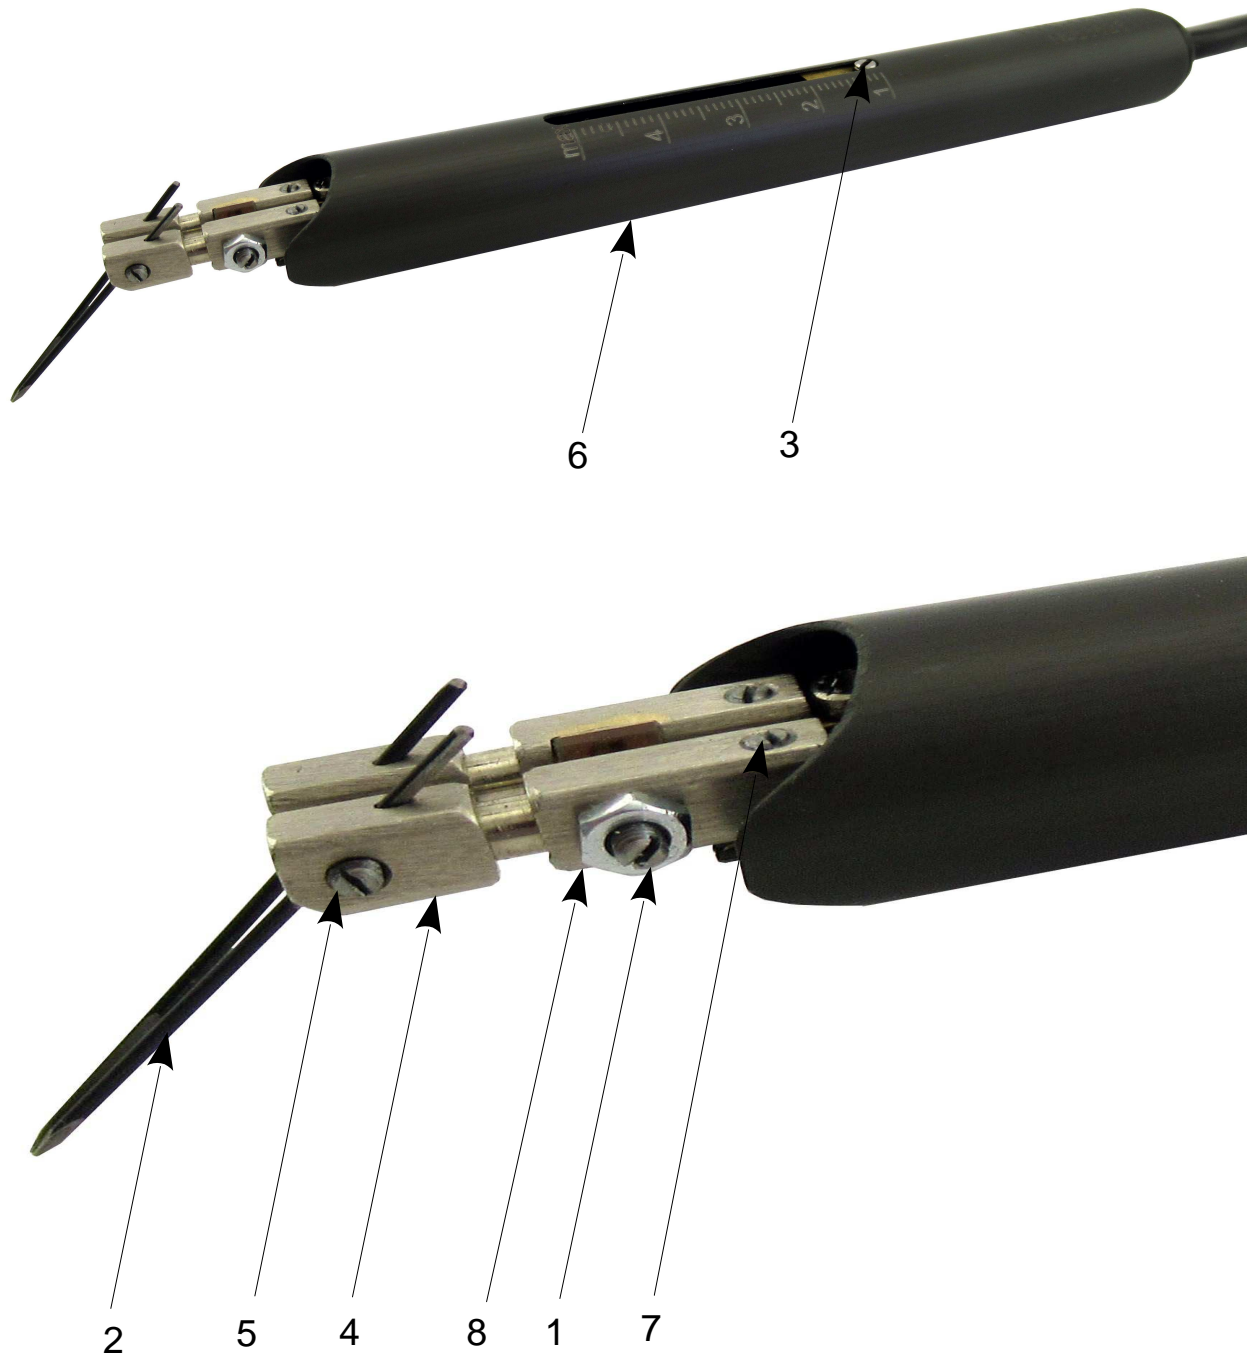

Рис. 1. Инструмент с установленным сдвоенным электродом.
1.3.2 Вид инструмента с установленным сдвоенным электродом показаны на рис. 1
2.3.1 Для жёсткой фиксации электродов между собой, необходимо установить прилагающуюся в комплекте перемычку смотри. Рис.1 и 2. В отсутствии необходимости жёсткой фиксации электродов между собой, снимите перемычку поз.7.